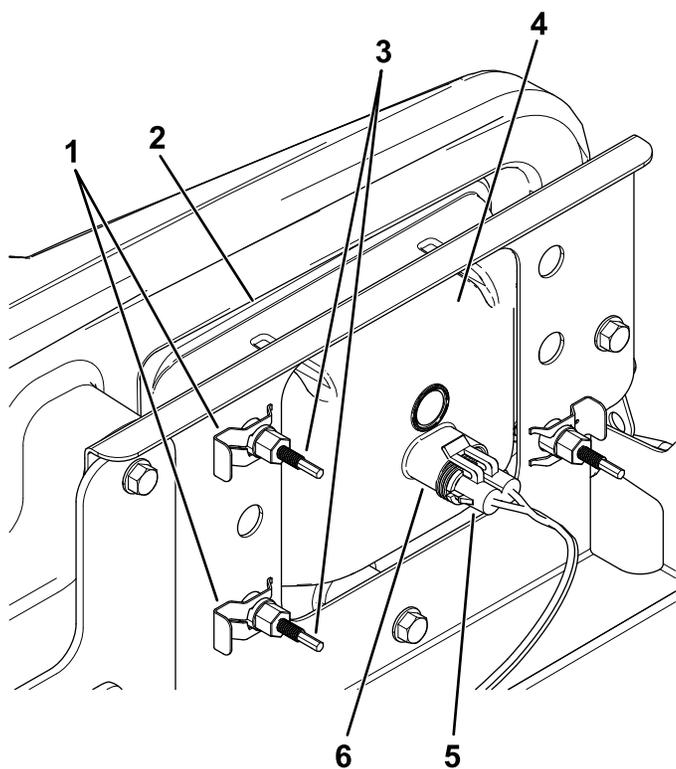

図 47
3. ランプアセンブリのコネクタから、ハーネス用のコネクタを外す 図 47。
4. ヘッドライトをヘッドライトブラケットに固定しているスピードクリップを外す 図 47。
5. ヘッドライトアセンブリ全体を前に押し出して、前バンパーから外す 図 47。
6. 取り付け穴に新しいヘッドライトを取り付ける 図 47。
8. ハーネス用のコネクタを、新しいランプアセンブリのコネクタに接続する 図 47。
- ヘッドライトアセンブリの裏側部分にある調整ねじ 図 47 を回してヘッドライトアセンブリの角度を変えてビームの方向を調整する。